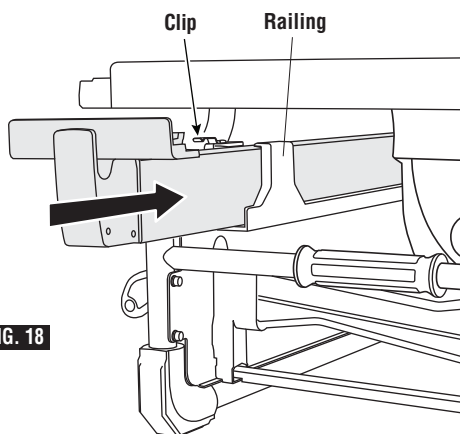

FIG. 18
1. Retournez le guide de refente sens dessus dessous, puis faites avancer l'extrémité du guide dans le rail (Fig. 18).